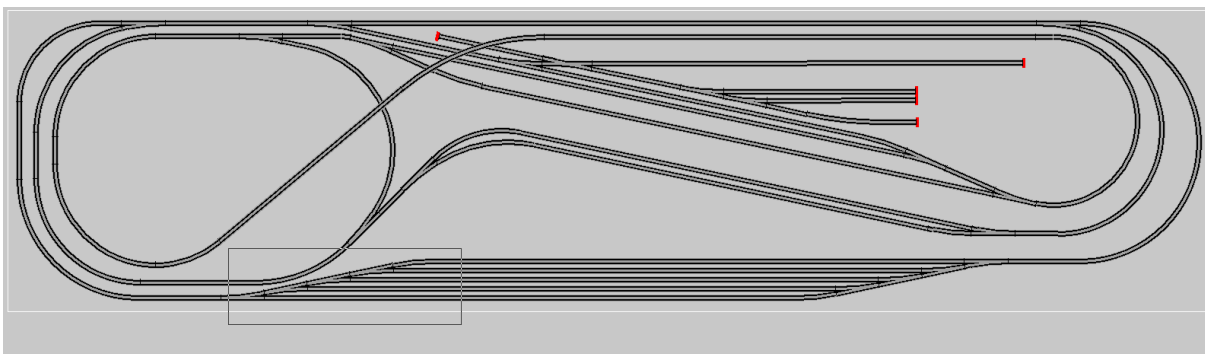

Figure ZOOM-1: Sélection de la fenêtre de zoom (bouton droit souris)
- Définir un coin du rectangle à visualiser en appuyant sur le bouton droit de la souris (voir figure ZOOM-1).